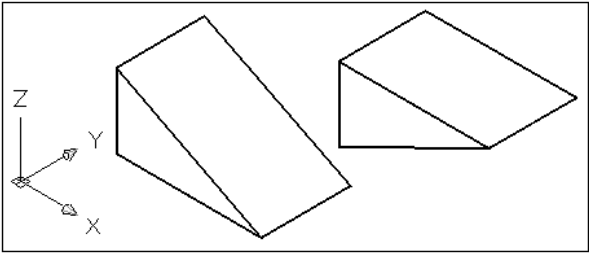

Рис. 5.3. Клин с положительной и отрицательной высотой
- 4. Задайте высоту клина. В плоскости *xy* будет построен клин с заданными размерами (рис. 5.3).